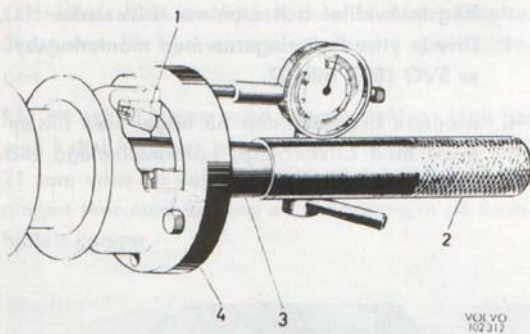

Bild 28. Mätning av axialspelet för drivaxlar.
6. Sätt fast hållaren SVO 2611 på drivaxeln, se bild 28. Montera ett mätur och rikta dess spets mot plattan. Skjut drivaxeln utåt och avläs spelet. Välj justermellanlägg enligt tabellen på vidstående sida.